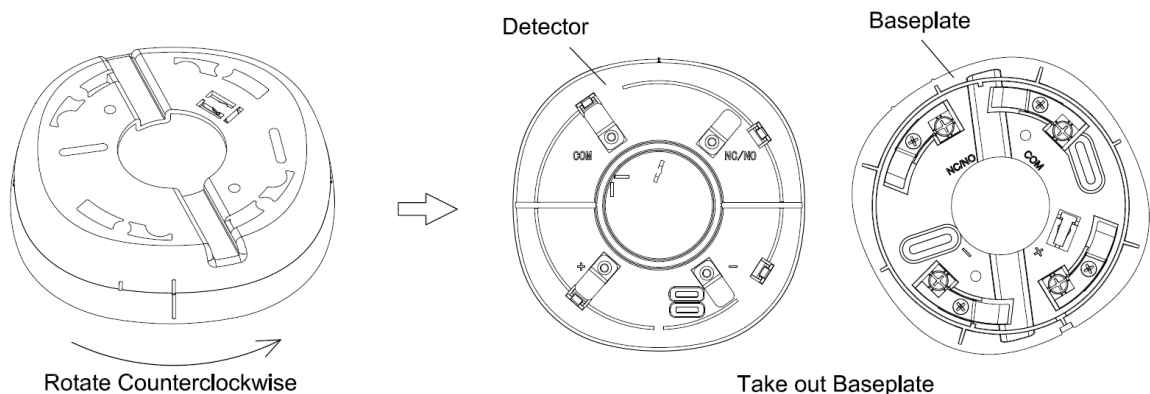

Figura 2-3
Paso 2 Gire la placa base en sentido antihorario y sáquela, como se muestra en la Figura 2-3.